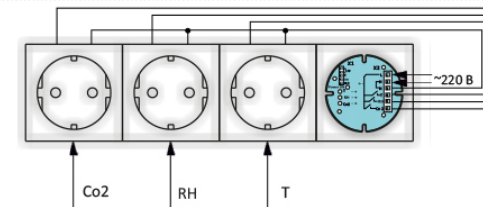

Рисунок 4 - Схема подключения коммутационного блока к розеточному ряду
- Проложите в кабель-канале кабель, в соответствии со схемой подключения (рисунок 4).